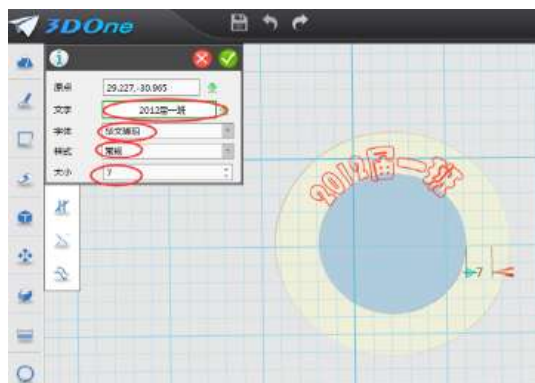

图 10-11
1. 添加班徽上面文字：鼠标移到屏幕最左侧第二个图标“草图绘制”命令里面的“预制文字”命令，鼠标单击圆环出现对话框，文字：输入 2012 届一班；字体：华文琥珀；样式：常规；大小：7；原点：鼠标点击内圆外延，注：在“2012 届一班”前后分别加入空格键使文字置于圆环正上方，确定完成，如图 10-11。